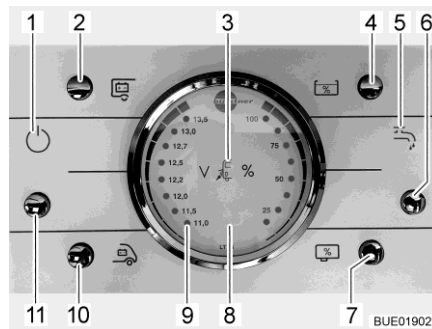

Fig. 191 Panel LT 96
El pulsador (Fig. 191,11) conecta y desconecta el panel y la alimentación de 12 V del habitáculo.
Conectar: ■ Pulsar el pulsador (Fig. 191,11): La alimentación de 12 V del habitáculo está conectada. La luz de control (Fig. 191,1) se enciende.
Desconectar: ■ Pulsar el pulsador (Fig. 191,11): La alimentación de 12 V del habitáculo está desconectada. La luz de control (Fig. 191,1) se apaga.
Observar la escala izquierda del instrumento indicador V/depósito (Fig. 191,8). El instrumento indicador se ilumina automáticamente al accionar el pulsador.
- Pulsar el pulsador (Fig. 191,10): Indica la tensión de la batería del motor de arranque.
- Pulsar el pulsador (Fig. 191,2): Indica la tensión de la batería del habitáculo.
Observar la escala derecha del instrumento indicador V/depósito (Fig. 191,8). El instrumento indicador se ilumina automáticamente al accionar el pulsador.
- Pulsar el pulsador (Fig. 191,4): Indica la cantidad de agua.
- Pulsar el pulsador (Fig. 191,7): Indica la cantidad de aguas residuales.
- Pulsar el pulsador (Fig. 191,6): El suministro de agua está conectado. La luz de control de bomba de agua (Fig. 191,5) está iluminada.
- Pulsar el pulsador (Fig. 191,6): El suministro de agua está desconectado. La luz de control de bomba de agua (Fig. 191,5) se apaga.
La luz roja de "ALARMA" (Fig. 191,9) parpadea en cuanto la tensión de la batería del habitáculo baja de 11 V (medición durante el servicio) y hay peligro de descarga completa.
La luz de control de 12 V (Fig. 191,1) estará encendida si el pulsador principal de 12 V (Fig. 191,11) está conectado.
Se enciende la luz de control de 230 V (Fig. 191,3) cuando hay tensión de red en la entrada del bloque eléctrico.